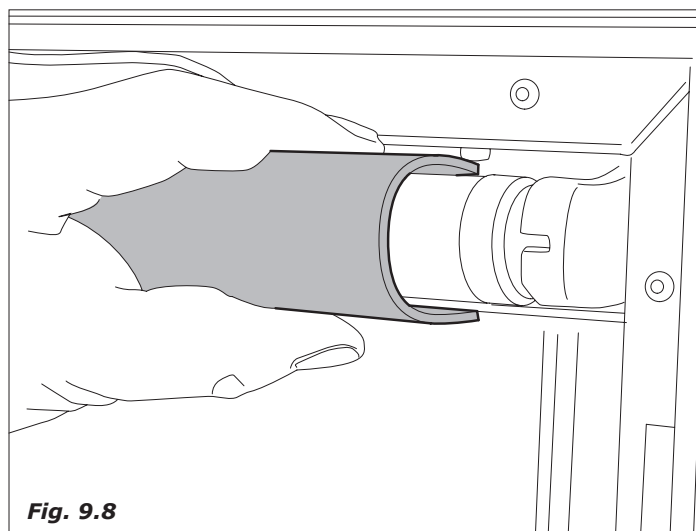

Fig. 9.8
- Retirar a proteção da lâmpada (Fig. 9.8)